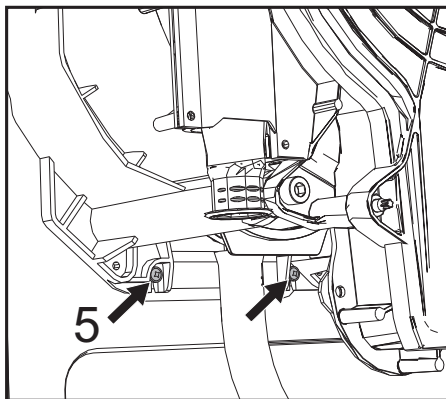

fig. 49
- Slăbiți cele 2 șuruburi **de jos** "5" care fixează schimbătorul de căldură de șasiu (fig. 49)